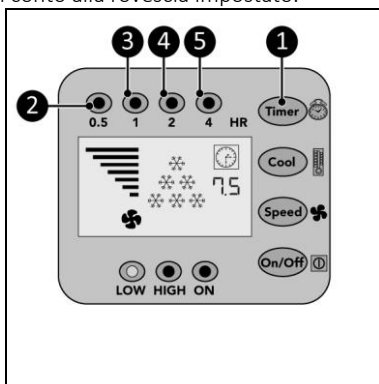

Figura 13
1. Premi ripetutamente il tasto Timer (Figura 13, pos. 1) per avviare il conto alla rovescia di:
- 0.5 ora: l'indicatore 0.5h (Figura 13, pos. 2) si accenderà;
- 1 ora: l'indicatore 1 h (Figura 13, pos. 3) si accenderà;
- 2 ore: l'indicatore 2h (Figura 13, pos. 4) si accenderà;
- 4 ore: l'indicatore 4h (Figura 13, pos. 5) si accenderà;
- 7.5 ore: l'indicatore 0.5 h, 1 h, 2 h, 4h (Figura 13, pos. 2, 3, 4 e 5) si accenderanno.